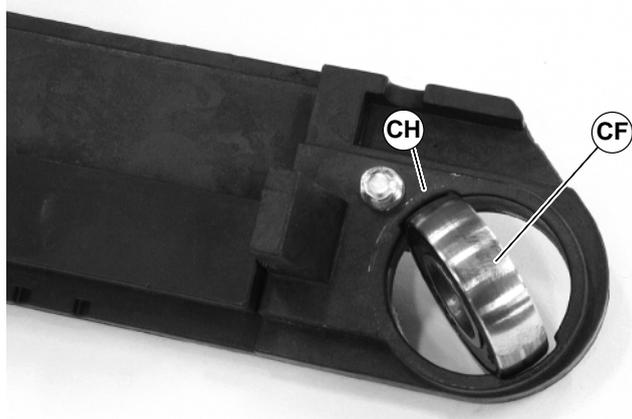

Abbildung 48
1. Das Lager drehen (CF siehe Abbildung 48), um es mit den Schlitz (CH) in der vorderen Deckplatte auszurichten. Dann das Lager herausnehmen.